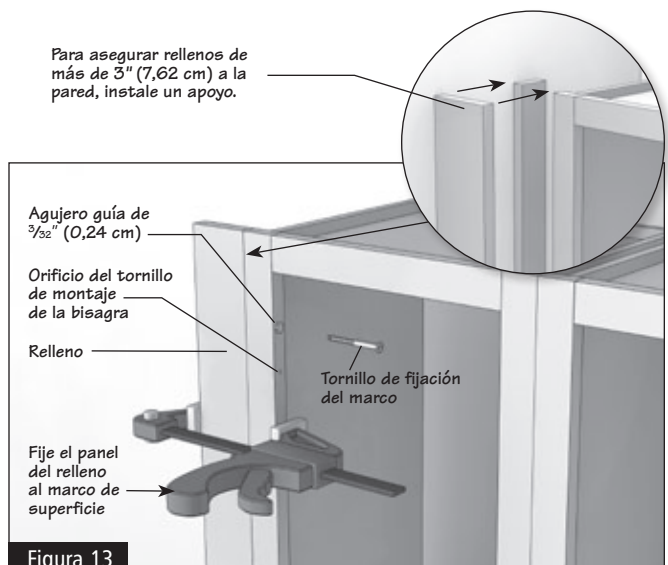

Figura 13
- 4.3** Ajuste el relleno al gabinete con tornillos de fijación (de cabeza avellanada) #8 x 2 1/2 pulg. (Figura 13)